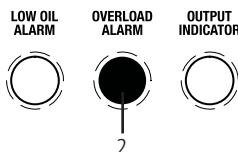

Рис. 9
- Лампа индикатора перегрузки (2, рис. 9) загорается, если общая мощность превышает спектр применения.